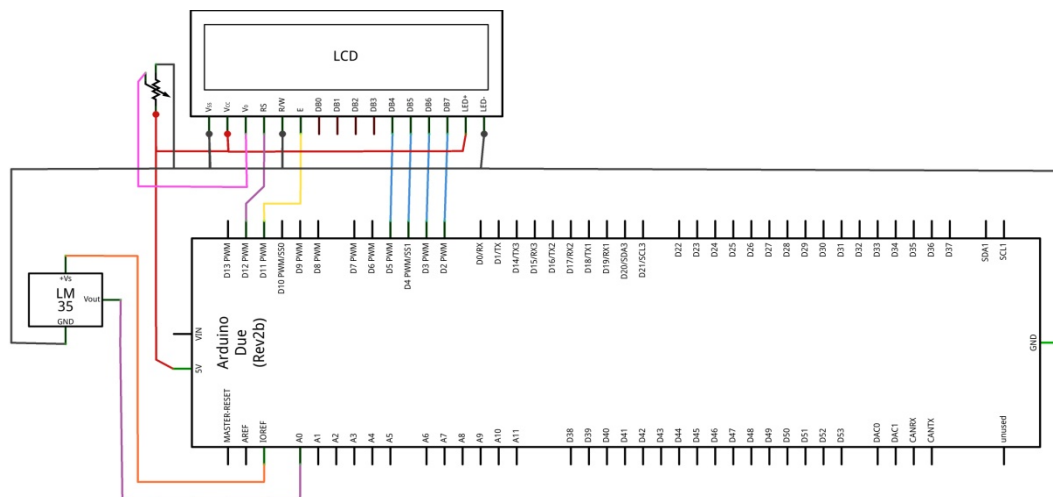

Figura 2.15. Diagrama de conexiones para la práctica 9.
- Implementar el diagrama de conexiones de la figura 2.15.